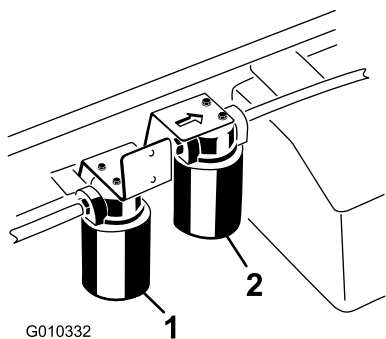

图 71
5. 在过滤器下面放置一个放油盘并拆下过滤器 图 71。
4. 清洁高流量过滤器安装区周围的区域图 71。